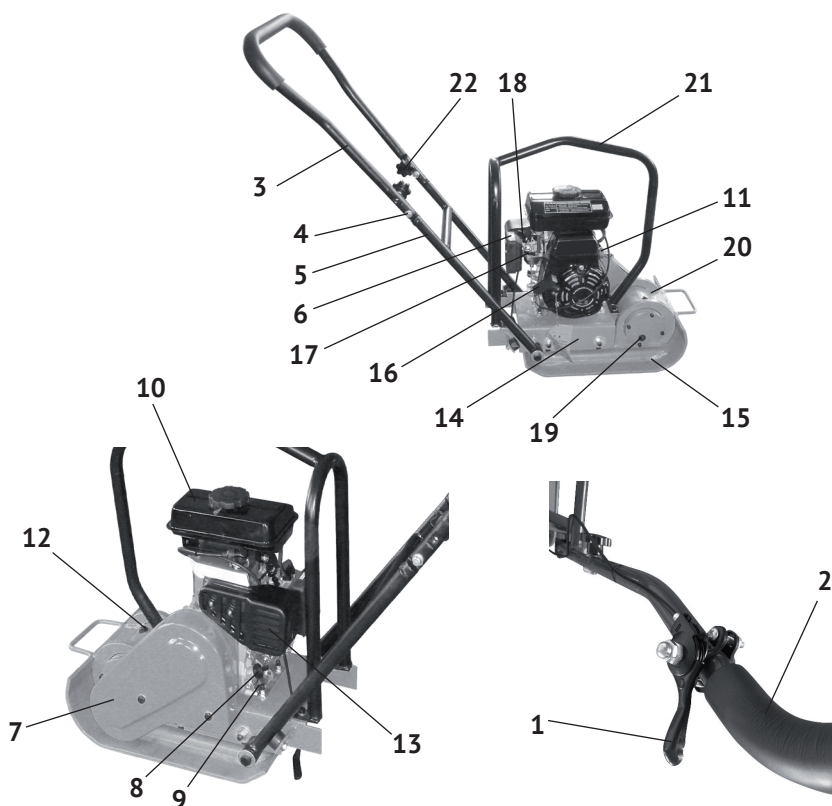

рис.1
## 2.4 Общий вид виброплиты представлен на рис.1
Основным несущим узлом виброплиты является цельнометаллическая основа (рис.1 поз.15), выполненная заодно с корпусом вибратора, имеющая форму широкой «лыжи» с загнутыми краями. Сверху на основание плиты крепится, с использованием виброамортизаторов (резиновых подушек), платформа двигателя (рис.1 поз.14). Платформа двигателя – сварная конструкция, являющаяся базовым узлом, на которую крепятся: двигатель с приводом, рукоятка управления и кожух ремённой передачи.
В корпус вибратора (рис.1 поз.20), на подшипниках, смонтирован эксцентриковый вал, закрытый с торцов крышками. На выходном конце вала закреплён шкив ремённой передачи.
При вращении эксцентрикового вала вибратора создается центробежная сила, приводящая к вибрации основания (рис.1 поз.15). Амплитуда колебаний в передней части виброплиты больше, чем сзади, что приводит к движению виброплиты вперёд.
Открутите крышку топливного бака (рис.1 поз.10). Заливайте бензин в топливный бак не более чем на 1 см ниже уровня основания заливной горловины. Перед запуском двигателя тщательно протрите крышку бензобака, удалив возможные при заправке брызги топлива.
- медленно потяните за ручку стартера (рис.1 поз.16) до появления сопротивления, а затем резким движением вытяните трос на всю длину. Повторите действие ещё раз, если двигатель не завёлся;